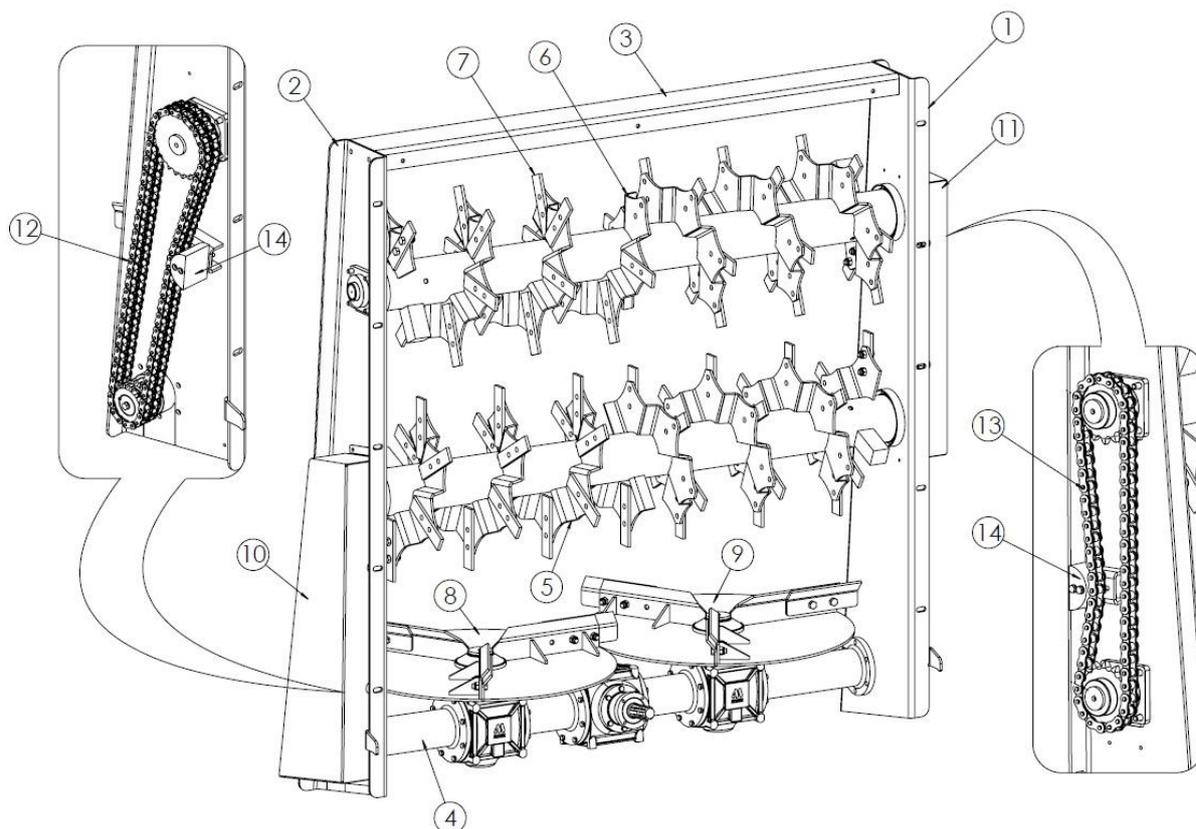

Abbildung 11. Horizontaler Scheibenadapter mit Zweifach-Rotor
Der horizontale Scheibenadapter mit Zweifach-Rotor (Abbildung 11) besteht aus einem linken Seitenträger (1), einem rechten Träger (2) und einem oberen Träger (3), die den Adapterrahmen bilden. Im unteren Teil befindet sich ein Getriebe (4), an dem die vertikalen Streuteiler (5), (6) montiert sind. Die Hauptarbeitswerkzeuge sind austauschbare Messer (7), die an den horizontalen Rotoren (8), (9) angebracht sind. Die drehenden Rotoren zerkleinern das zugeführte Material, das durch die Adapterabdeckung auf die Streuteiler zugeführt wird. Die drehenden Rotoren werfen das zerkleinerte Material nach hinten und seitlich aus. Die Übertragung des Antriebs vom Getriebe (4) auf die horizontalen Rotoren (5), (6) erfolgt durch die Kettengetriebe, die sich unter den Abdeckungen (10), (11) befinden. Antrieb vom Getriebe zur Welle der unteren Kette 16B2 (12). Der Antrieb vom unteren Rotor zum oberen Rotor wird über eine Kette 20B1 (13) übertragen. Die Ketten werden mit Spannvorrichtungen (14) gespannt.